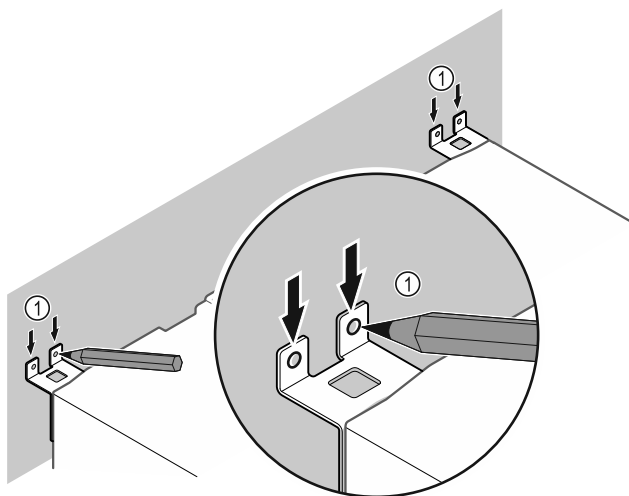

Fig. 10
- ▶ Apporre i contrassegni alla parete Fig. 10 (1).